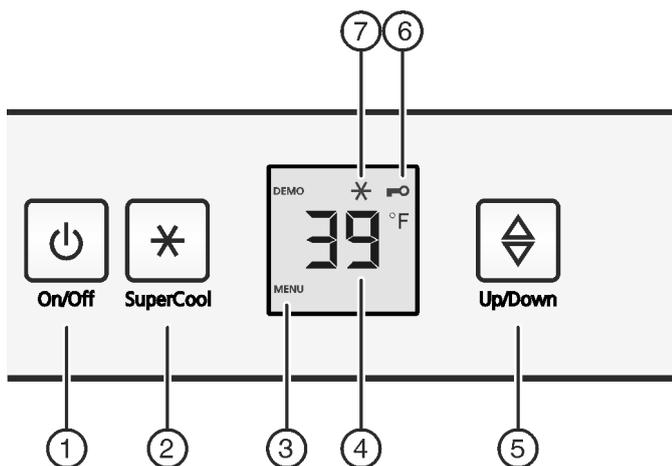

Fig. 3
- ▶ Pulsar tecla On/Off Fig. 3 (1)
- ▶ Pulse la tecla SuperCool Fig. 3 (2) durante aprox. 5 segundos.
- ▷ En el indicador se visualiza el símbolo Menú Fig. 3 (3).
- ▶ Confirme brevemente con la tecla SuperCool Fig. 3 (2).
- ▷ El símbolo de seguridad para niños Fig. 3 (6) se ilumina en el indicador.
- ▶ Pulse brevemente la tecla On/Off Fig. 3 (1).
- ▶ Acceder a la función de temperatura: pulse la tecla de ajuste *Fig. 3 (5)*.
- ▶ Modificar la temperatura en intervalos de 1 °F (1 °C): pulse la tecla de ajuste *Fig. 3 (5)* hasta que se ilumine la temperatura deseada en el indicador de temperatura.
- ▶ Pulse brevemente la tecla SuperCool *Fig. 3 (2)*.
- ▷ El símbolo de SuperCool *Fig. 3 (7)* se ilumina en la pantalla.
- ▷ El símbolo de SuperCool *Fig. 3 (7)* se apaga en la pantalla.